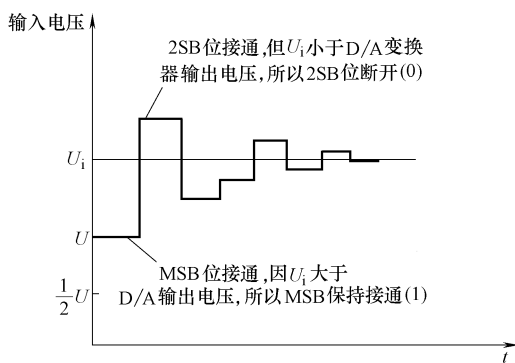

图 15-12 工作过程示意图
2) A/D 变换器工作原理分析。输入的模拟信号  $U_i$  加到模拟比较器的同相输入端, 由于时钟脉冲使移位寄存器开始工作, 将 D/A 变换器的第一位 MSB 输入端置 1, 这时 D/A 变换器输出的模拟电压为  $U$ , 它加到了模拟比较器的反相输入端, 与输入信号  $U_i$  进行比较, 由于 D/A 变换器的输出电压  $U$  大于输入信号  $U_i$ , 如图 15-12 所示, 所以模拟比较器输出高电平, 使锁存器锁定了 D/A 变换器的 MSB 输入端为 1。